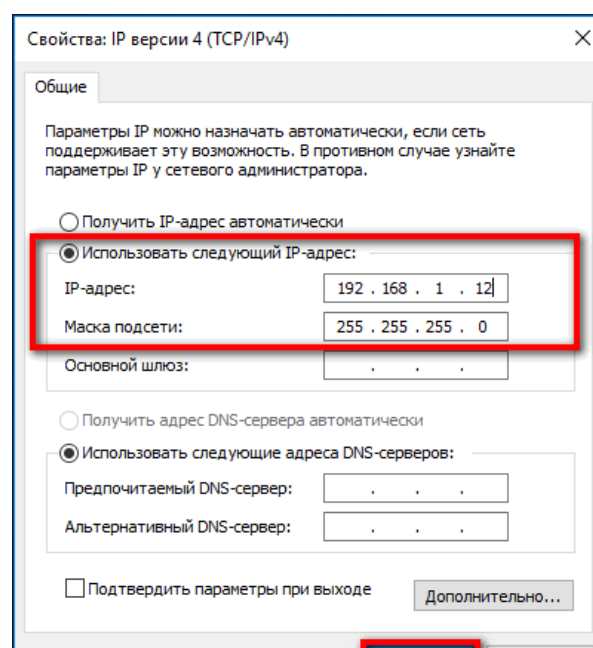

Рис. 3.5 Указать IP-адрес и маску подсети
4.5. Выберите пункт **Использовать следующий IP-адрес** (рис. 3.5).